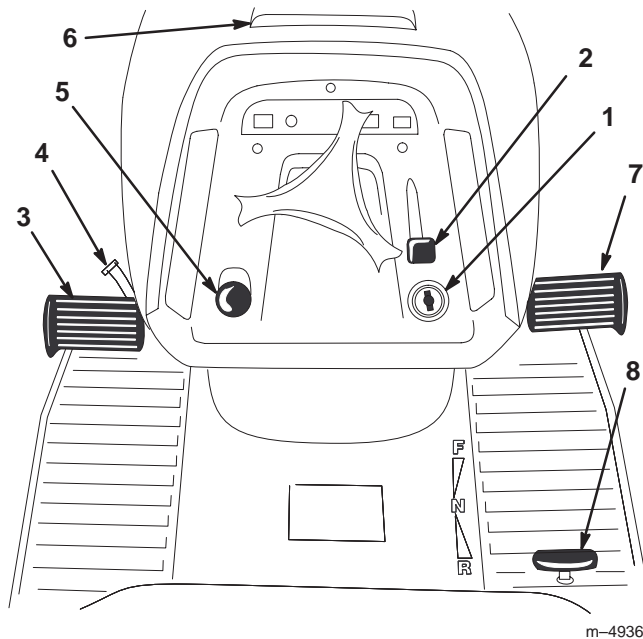

Bild 2
Machen Sie sich mit den Bedienungselementen (Bild 2) vertraut, bevor Sie den Motor anlassen und die Maschine bedienen.
1. Drücken Sie das Bremspedal (Bild 2) herunter und halten es in der gedrückten Position.
2. Drehen Sie den Feststellbremshebel (Bild 2) gegen den Uhrzeigersinn und nehmen den Fuß nach und nach vom Bremspedal. Das Bremspedal sollte in heruntergedrückter (gesperrter Position) bleiben.
1. Drücken Sie das Bremspedal (Bild 2) herunter. Der Feststellbremshebel sollte sich lösen.